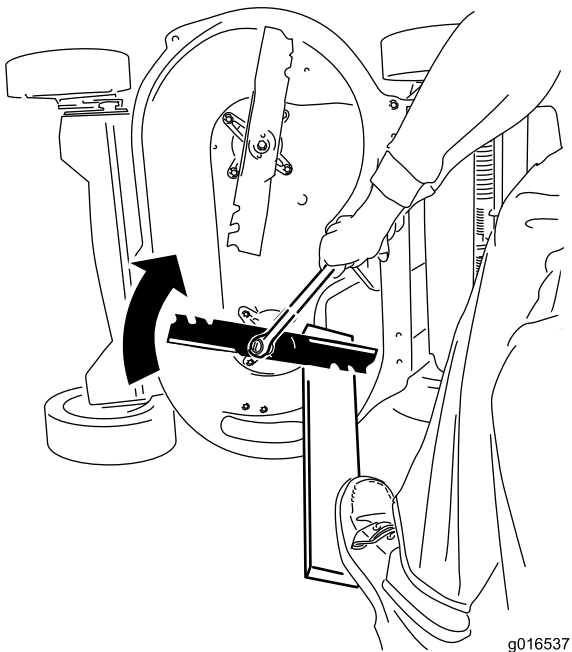

Figure 46
2. Immobilisez chaque lame à l'aide d'une planche et tournez le boulon de lame dans le sens horaire au moyen d'une clé dynamométrique comme montré à la Figure 46; serrez le boulon de lame à 82 Nm (60 ft-lb).